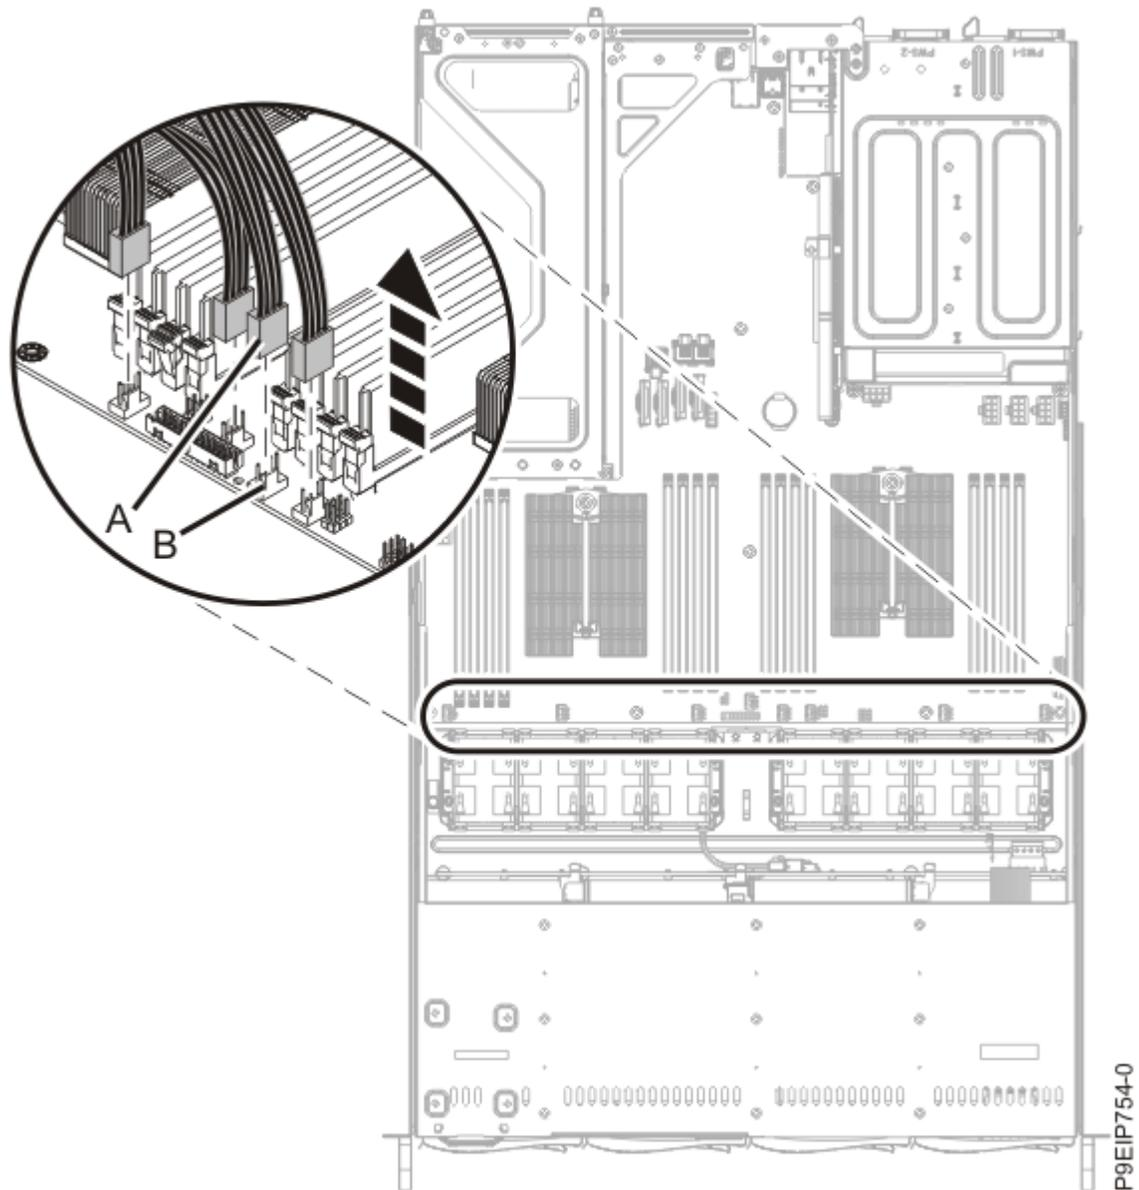

図 14: ファン・ケーブルの切り離し
5. ファン・ケーブルを切り離すには、コネクタ・クリップ **(B)** を解放し、コネクタ **(A)** をシステム・バックプレーンから慎重に引き上げます (18 ページの図 14 を参照)。